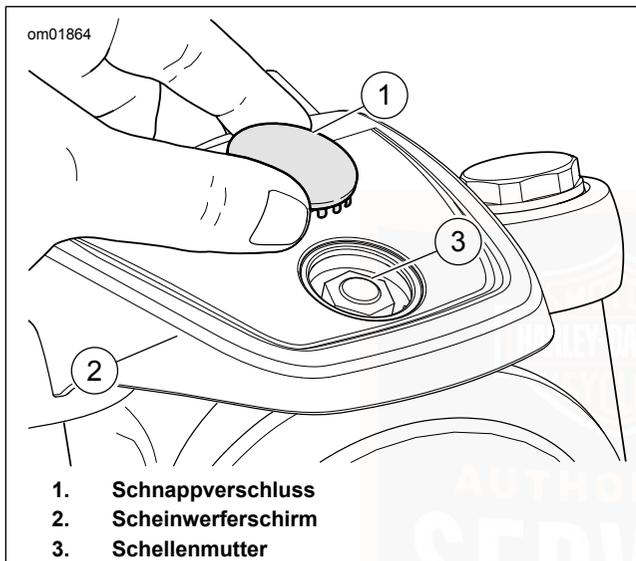

Abbildung 67. Scheinwerfer: FXDL-Modelle
1. Siehe Abbildung 67. Den Schnappverschluss (1) an der Oberseite des Schirms (2) entfernen.
2. Siehe Abbildung 67. Die Scheinwerferschellenmutter (3) lockern.
5. Den Schnappverschluss (1) am Scheinwerferschirm (2) anbringen.